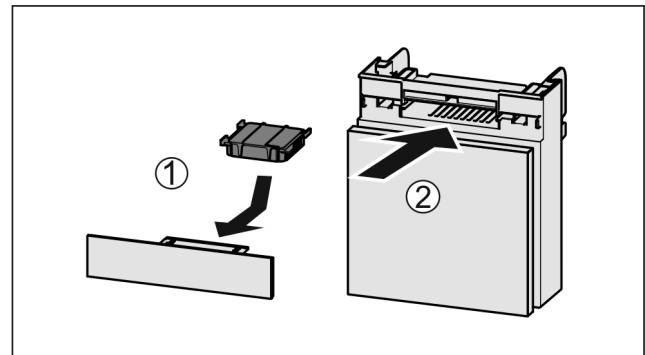

Fig. 170
- Aktivkohlefilter nach Abbildung einsetzen Fig. 170 (1).
Fach einschieben Fig. 170 (2).